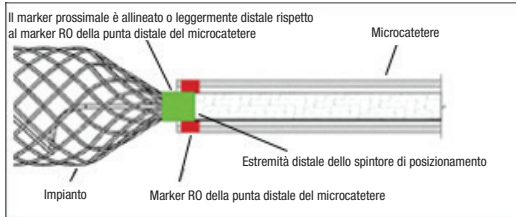

Figura 6 – Posizione delle bande del marker per il distacco
24. Servirsi della fluoroscopia per fare avanzare lentamente l'impianto fuori dalla punta del catetere. Continuare a fare avanzare l'impianto nel sito desiderato fino a quando il marker radiopaco prossimale sull'impianto sia allineato o leggermente distale dal marker RO della punta distale del catetere, posizionando la zona di distacco appena al di fuori della punta del catetere. Vedere Figura 6. Riposizionare se necessario. Se la dimensione dell'impianto non è adeguata, rimuoverlo e sostituirlo con un altro dispositivo. Se si osserva un movimento indesiderabile dell'impianto sotto fluoroscopia dopo il posizionamento e prima del distacco, rimuoverlo e sostituirlo con un altro impianto di dimensioni più appropriate. Lo spostamento dell'impianto potrebbe indicare che l'impianto potrebbe migrare dopo il distacco. **NON** ruotare lo spintore di posizionamento durante o dopo il posizionamento dell'impianto nel sistema